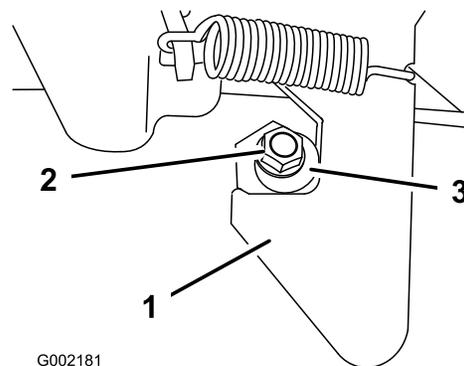

Figura 72
1. Allentate il dado di bloccaggio sull'estremità della colonnetta di ancoraggio (Figura 72).
2. Ruotate la colonna di ancoraggio in senso orario finché non si trova saldamente contro la sezione di aggancio del fermo (Figura 72).